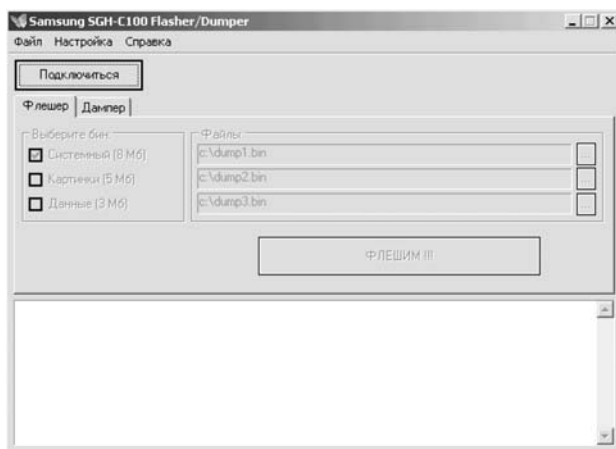

Рис. 1.75. Основное диалоговое окно
В отличие от рассмотренных выше SKYWORKS GSM FLASH DOWNLOAD и SKYWORKS GSM FACTORY TEST INTERFACE, данная программа является сторонней разработкой. Она позволяет сохранять образы областей памяти телефона и перепрограммировать телефон. На момент написания статьи последней версией данной программы является 1.0.5.57, загрузить которую можно с сайта программы — <http://c100flasher.narod.ru/>. Основное диалоговое окно Samsung SGH-C100 Flasher/Dumper (c100flasher) приведено на рис. 1.75.
3. Выбирают, какие области памяти телефона следует перепрограммировать (устанавливают соответствующие флажки) и указывают имена файлов содержащих данные, подлежащие загрузке (можно воспользоваться кнопкой «...», расположенной справа от соответствующего поля ввода (рис. 1.75), для вызова стандартного для Windows диалога открытия файлов).